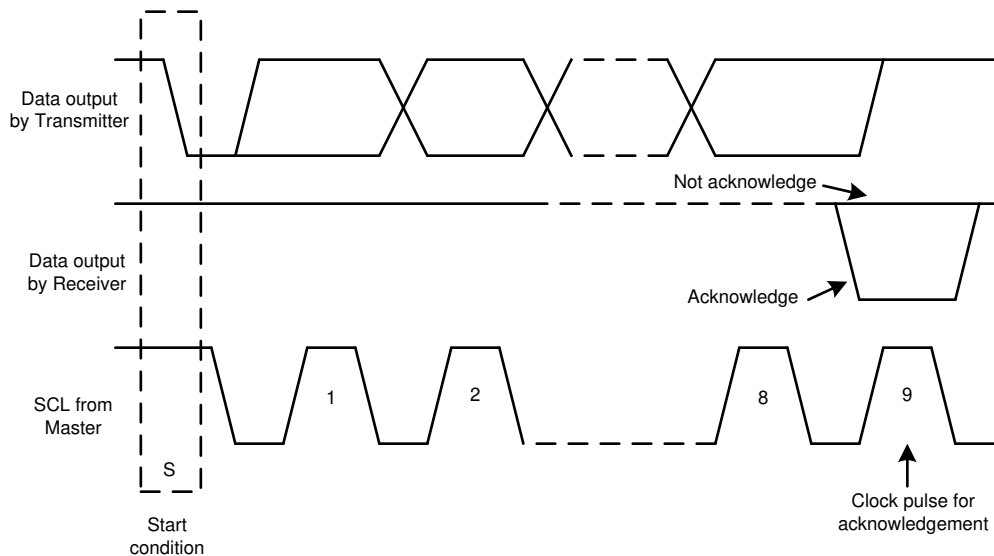

図 56. I²C™ バスの確認応答と否定応答
指定のタイミング信号を除いて、I²C™ インターフェイスではシリアル・バイトを扱います。各バイトの最後に、9 回目のクロック・サイクルで確認応答信号が生成および検出されます。確認応答は、9 回目のクロック・サイクルの High 期間中 SDA ラインを Low にすることで行われます。否定応答は、図 56 に示すように 9 回目のクロック・サイクルの High 期間中 SDA ラインを High のまま保持することで行われます。
2. 次に、マスタは SCL パルスを生成し、7 ビットのアドレスと読み取り / 書き込み方向ビット (R/W) を SDA ライン上で送信します。すべての送信中、データが有効であることをマスタは確認します。図 58 に示すように、データが有効であるためには、クロック・パルスの High 期間全体にわたって SDA ラインが安定している必要があります。すべてのデバイスは、マスタによって送信されたアドレスを認識して、デバイス内部の固定アドレスと比較します。図 56 に示すように、一致するアドレスを持つスレーブ・デバイスだけが、9 回目の SCL サイクルの High 期間全体の間 SDA ラインを Low にすることで、確認応答を生成します。この確認応答を検出することで、マスタはスレーブとの通信リンクが確立されたことを認識します。